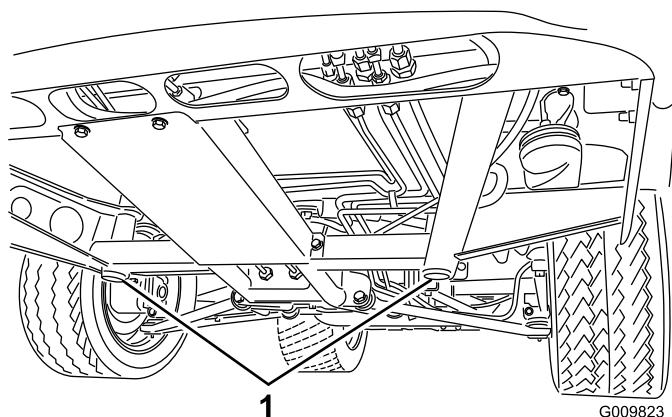
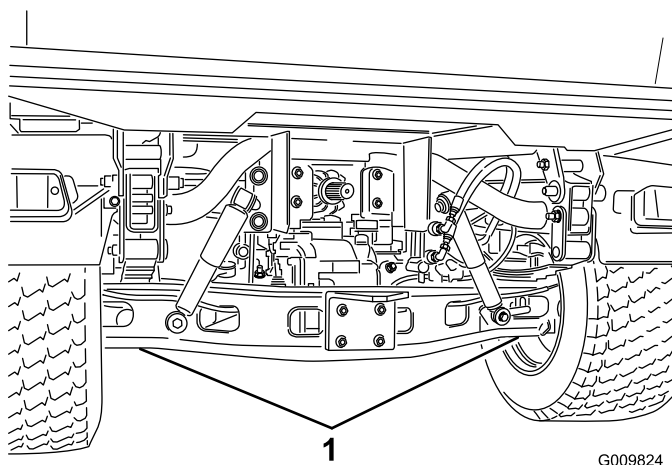

Figura 35
Figura 36
- Il punto di sollevamento della parte anteriore del veicolo si trova sotto il supporto anteriore centrale del telaio (Figura 35), mentre quello della parte posteriore si trova sotto l'assale (Figura 36).